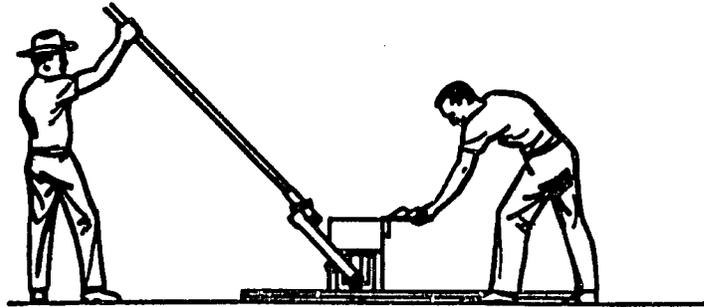

FIG. 11 - Remise du levier en position de repos et ouverture de la boîte moule
- (k) Ouvrir le couvercle (voir Figure 11).